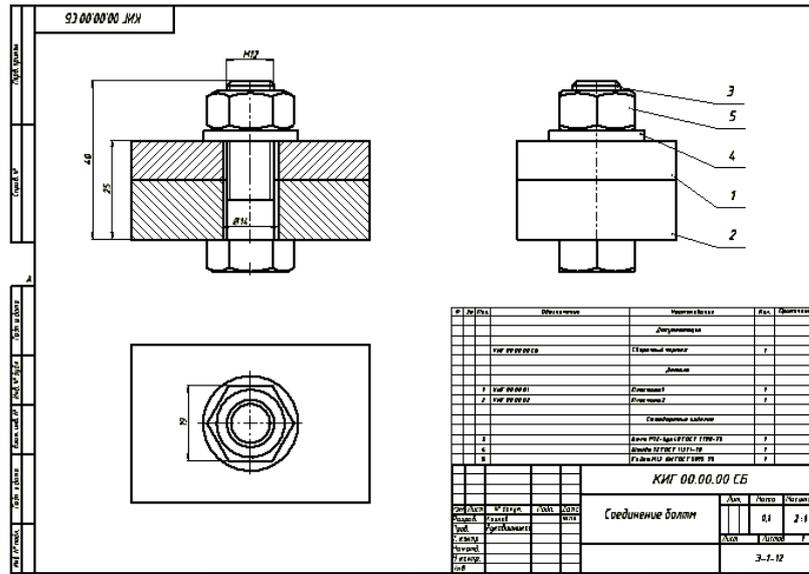

Рис. 113. Завершенный чертеж соединения болтом
25. Поместите таблицу над основной надписью. Выберите на ленте вкладку «Пояснение (ESKD)» ► панель «Листы чертежа» и щелкните на команду «Основная надпись» . Заполните в окне соответствующие графы согласно ГОСТ 2.104–2006, нажмите «OK» и сохраните чертёж (рис. 113).